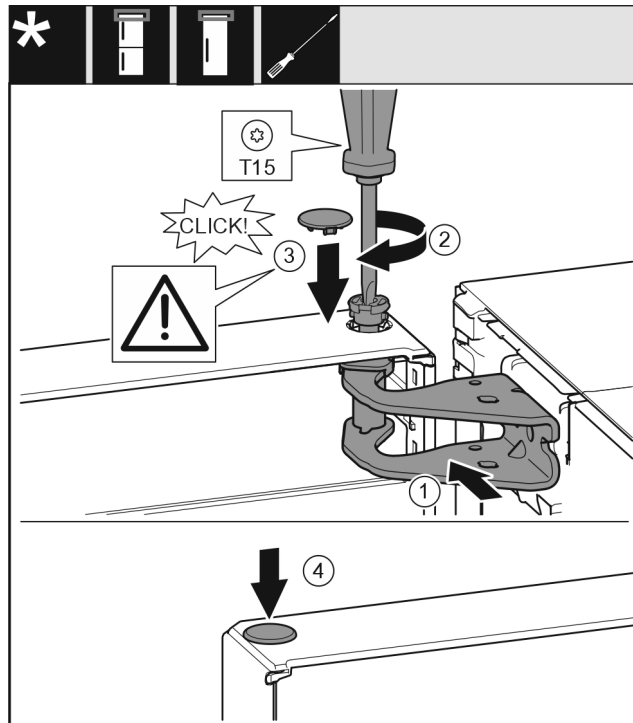

Fig. 22
- Igazítsa be az ajtót felül a csapágybak nyílásához. Fig. 22 (1)
- Helyezze be a csapot, és húzza meg a T15 csavarhúzóval. Fig. 22 (2)
- ▶ Szerelje fel az ajtót biztosító biztonsági fedelet: Helyezze be a biztonsági fedelet, és ellenőrizze, hogy felfekszik-e az ajtóra. Egyébként teljesen helyezze be a csapszeget. Fig. 22 (3)
- ▶ Helyezze be a dugót. Fig. 22 (4)